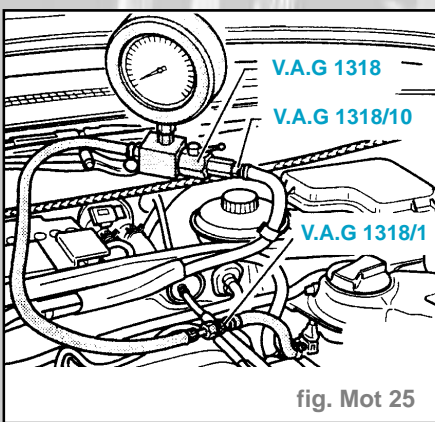

fig. Mot 25
- Raccorder le dispositif manométrique **V.A.G 1318** à la conduite d'alimentation et au régulateur de pression du carburant à l'aide des adaptateurs **1318/1** et **1318/10** (fig. Mot. 25).